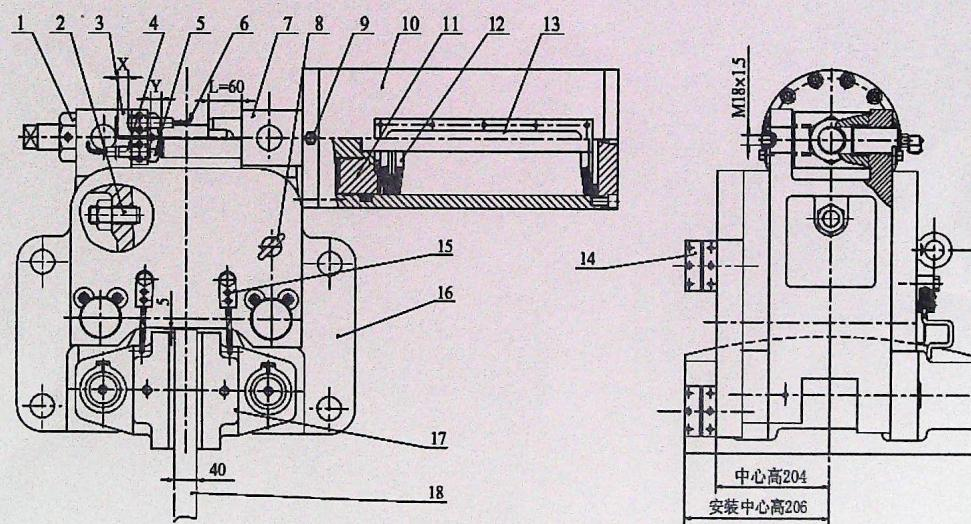
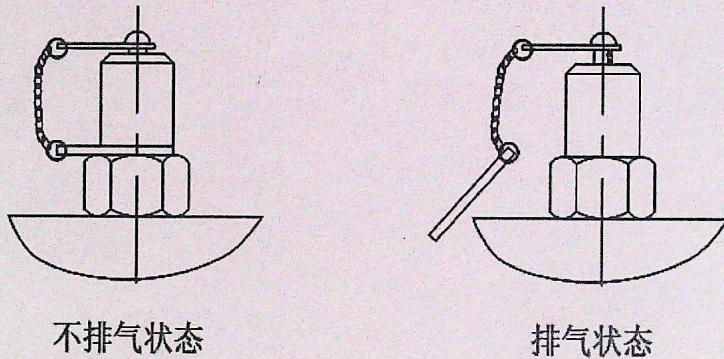

图1
图4
SBD-C 型制动器使用液压驱动释放，碟形弹簧施力制动，其结构如图 1 所示。其工作原理如下：当液压站中的压力油通过电磁阀的控制进入制动器油缸，液压油进一步压缩碟簧并同时推动活塞杆带动两制动臂外张，制动力矩消除；当电磁阀失电复位时，液压油在弹簧力的作用下回流至液压站油箱，同时弹簧力经活塞杆通过制动臂施于制动盘上，建立规定的制动力矩。
a. 在制动器安装前先要将液压站安装调试好(液压站的安装调试请参考液压站的使用说明书)，排好液压管路，制动器油缸进油接头螺纹为 M18×1.5(见图 1)，液压管路通径要 10mm 以上，制动器在退距 2mm 时要求的总进油量为 270mL；
b. 在使用和调整制动器之前，要对制动器油缸进行排气，方法为：在制动器油缸的最高处(顶部)有一个测压和排气两用接头(图 1 中件 9)，螺纹规格为 M16。测压时卸下护帽，接上测压组件既可；排气时把护帽上的防跌套环拿下，再拧紧护帽便可，具体如图 4 所示，排气完后要恢复原样。
a. 夹紧力的调整：用电控操作或手动泵将制动器打开，松退锁紧螺母，向制动臂方向旋转调整螺母(图 1 中件 5)一定距离，再将制动器闭合，观察活塞杆(无螺纹段)露出油缸端面长度尺寸 L=60mm(如图 1 所示)时，夹紧力便达到额定值，停止旋转调整螺母，将锁紧螺母(件 1)并紧。
(参见图 1)。调整时先将制动器打开,用手掰动制动瓦,观察其是否松紧适度(正常情况下,开闸时随位装置使制动衬垫表面与制动盘贴合面保持平行,太松容易跑偏,太紧不能自动随位),若不正常,则调整随位调节螺栓(件 15),直到合乎要求为止。
c. 退距均等的调整:打开制动器,观察两边制动瓦与制动盘的间隙是否一致,若不一致,则调节退距调整装置(参见图 1)使其相等。调节方法是:先拧松退距调整装置的锁紧螺母(两侧),那边间隙大,则将这一边调整螺栓往里紧(或将另一边调整螺栓往外退),然后让制动器开闭 3~5 次,观察两边退距是否均等,如不符合要求,则重复上述步骤,直至相等为止,最后并紧两侧锁紧螺母。
制动器上安装有开合闸指示开关(图 1 中件 4)和一个衬垫磨损指示开关(件 6)。此两开关为交流两线式接近开关,触点常开,电源电压 DC12~300V 时,触点容量 3~300mA;电源电压 AC 20~250V 50/60Hz 时,触点容量 3~400mA。
行程开关的调整主要是调节其对应位置,方法如下:拧松开关座上的两个锁紧螺钉(不要拆下),使开关可前后移动,用卡尺测量 X、Y 尺寸,使其符合下表的规定(参考图 1):如不符合则移动开关至达到要求为止,最后拧紧锁紧螺钉。
当制动衬垫的磨材厚度小于 3mm 时必须更换(衬垫总厚度 20mm，其中钢底板厚 11mm)，方法如下(参考图 1)：
b. 将制动瓦(图 1 中件 17)整体拆下，将衬垫紧固螺栓拧松，然后取出衬垫；